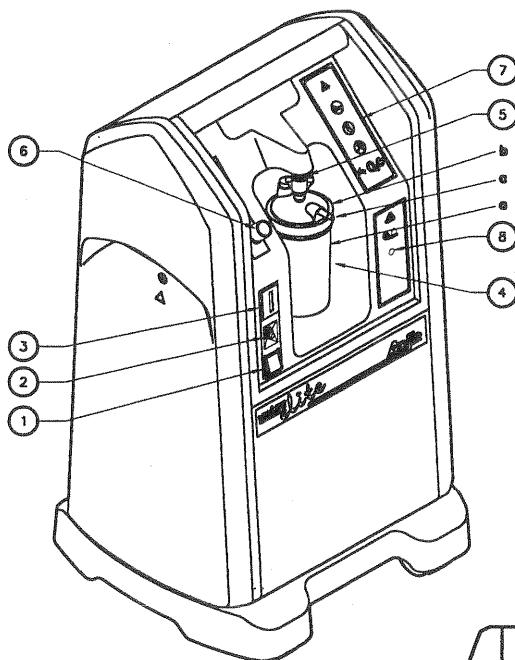

Fig. I.1
I. 1. Forpanel (Fig. I. 1).....	2-DA
I. 1. Forpanel (Fig. I. 1)